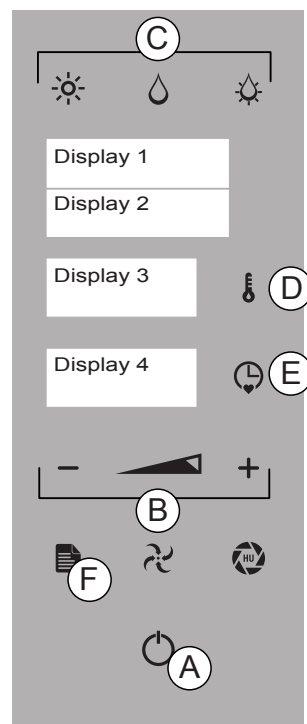

Fig.1
Pulse la tecla “ENTRAR” (Fig 1/A) para activar la función.
8. Para salir de la función pulse la tecla “MENÚ” (Fig 1/F).
Tras alcanzar la **temperatura inferior** programada se enciende de modo intermitente el mensaje “FIN” (Fig. 1 - Pantalla 4).
Tras alcanzar la **temperatura superior** se enciende de modo intermitente el mensaje “FIN” (Fig. 1 Pantalla 4) y aparece el mensaje “MANTENIMIENTO”. El horno conserva la temperatura más baja programada (Fig. 1 - Pantalla 2).
Para salir de la función y volver al menú principal pulse la tecla “MENÚ” (Fig 1/F).